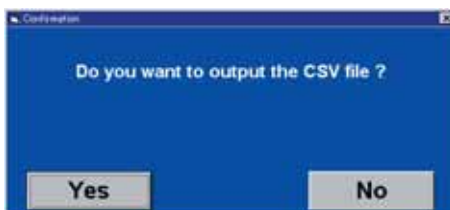

Рис. 7.1.7
7 Нажать "CSV" (7). Данные будут выведены в формате CSV. Откроется окно подтверждения (рис. 7.1.7). При подтверждении файл в формате .CSV будет сохранен в указанной папке (*см. раздел 2. Установка программы по подбору системы VRF (3) Параметры рабочей среды).